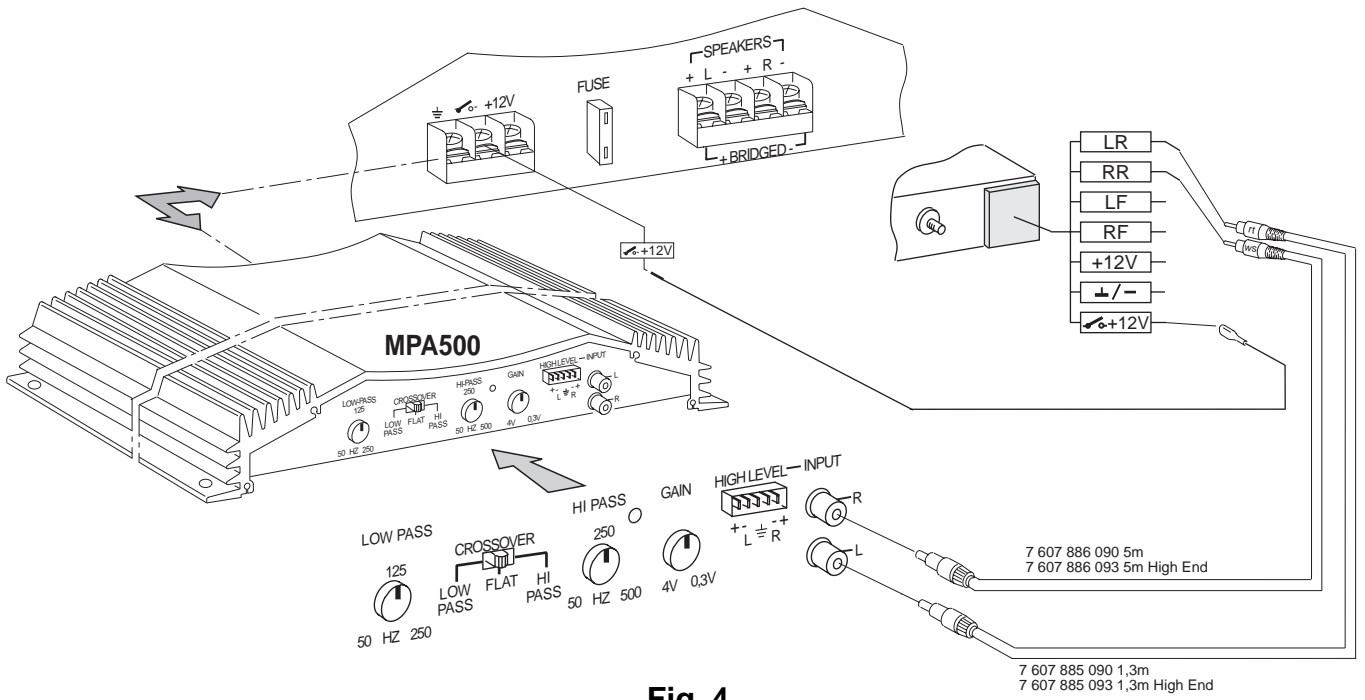

Fig. 4
Conexión en autorradios con salida Cinch fig. 4
- Ligação à auto-rádios com saída Cinch Fig. 4